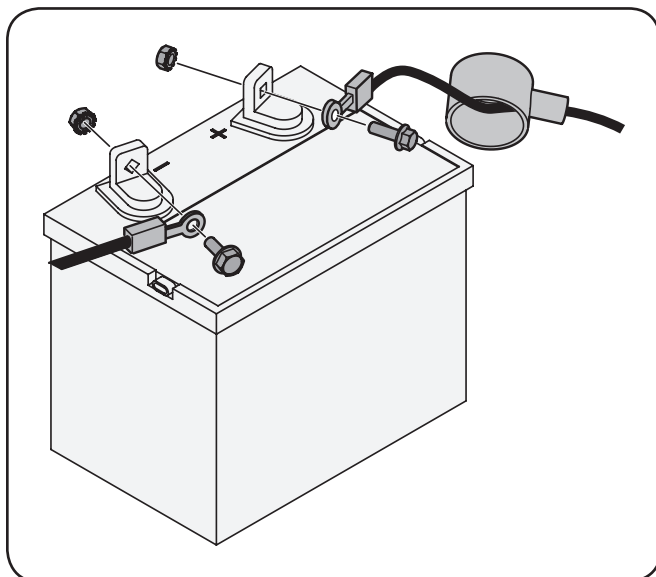

Figura 3-8
Consulte la Figura 3-8.
2. Retire la cubierta plástica, si es que está presente, del borne negativo de la batería y una el cable negro al borne negativo de la batería (-) utilizando el perno y la tuerca hexagonal. Consulte la Figura 3-8.